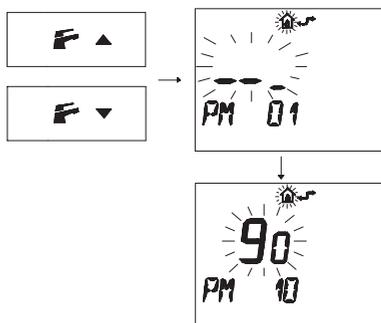

Figura 5.50
- Premere i pulsanti **F** ▼ o **F** ▲ per visualizzare la programmazione "PM10" selezione della frequenza di accensione (Figura 5.50).
Nella Figura 5.50 si visualizza un SET programmato di **90** corrispondente ad un tempo di riaccensione di 3 minuti circa.